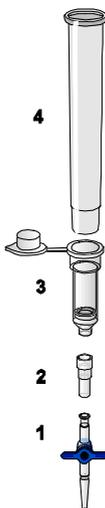

Figure 3. Assemblage des composants du QIAamp DSP Virus Kit pour le traitement sous vide des échantillons :
Veiller à configurer correctement l'élément d'extension de colonne (EXT), la colonne QIAamp MinElute, le raccord pour vide (VC) et la vanne VacValve (voir Figure 3).
5. Centrifuger pendant ≥ 5 secondes ou plus le tube de lyse (LT) à vitesse maximale pour éliminer les gouttelettes accumulées à l'intérieur du capuchon.
6. Changer de gants et ouvrir le tube de lyse (LT) avec précaution.
7. Ajouter 600 µl d'éthanol (96 à 100 %) dans le tube de lyse (LT), fermer le capuchon et bien mélanger pendant ≥ 15 secondes ou plus au moyen d'impulsions au vortex. Incuber pendant 5 minutes (± 1 minute) à température ambiante (15 à 25 °C).
8. Centrifuger pendant ≥ 5 secondes ou plus le tube de lyse (LT) à vitesse maximale pour éliminer les gouttelettes accumulées à l'intérieur du capuchon.
9. Insérer la colonne QIAamp MinElute dans le raccord pour vide (VC) sur le système à vide (voir Figure 3, page 25). Insérer un élément d'extension de colonne (EXT) dans la colonne QIAamp MinElute ouverte.